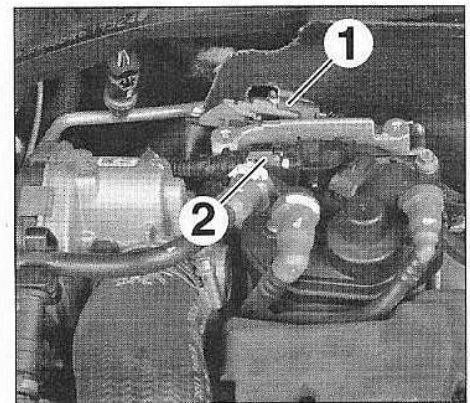

FIG.67
- le connecteur (1) du capteur de pression et température d'air suralimenté (Fig.67),
- le connecteur (2) du réchauffeur de carburant.